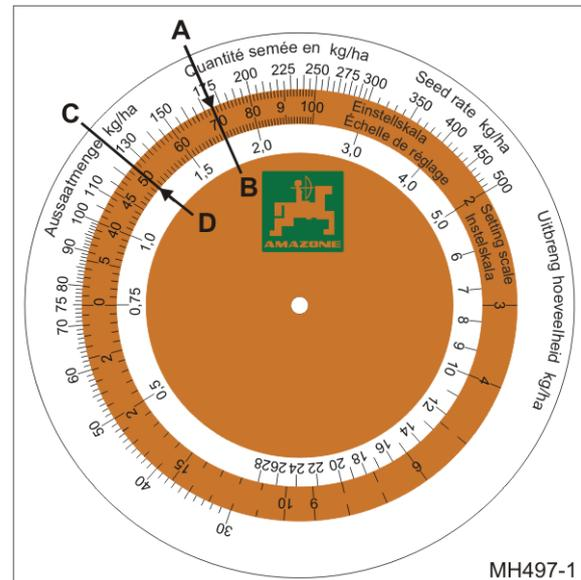

Fig. 200
- o errechnete Ausbringung 175 kg/ha (Fig. 200/A)
- o Getriebestellung 70 (Fig. 200/B) auf der Rechenscheibe übereinander stellen.
2. Die Getriebestellung für die gewünschte Ausbringung von 125 kg/ha (Fig. 200/C) auf der Rechenscheibe ablesen.
- Getriebestellung 50 (Fig. 200/D).